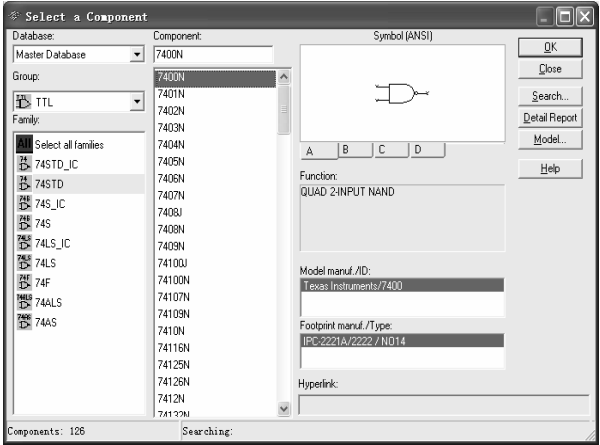

图 3-29 TTL 元器件库
6) TTL 元器件（TTL）库：对应元件系列如图 3-29 所示。使用 TTL 元器件库时，器